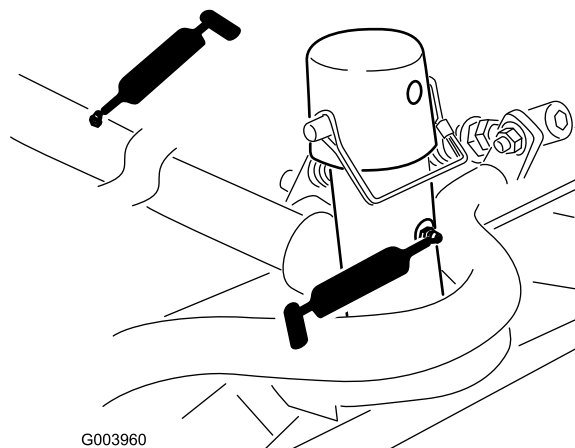

Figura 68
- Articulação e estrutura de transporte da unidade de corte (Figura 68)